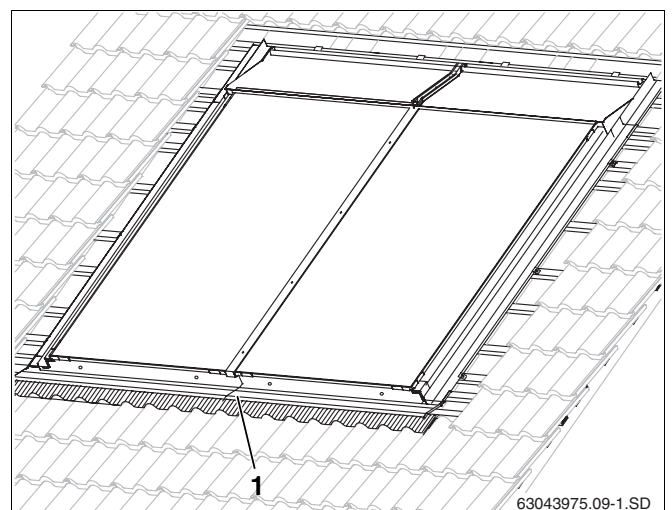

Fig. 42 Chapas protectoras montadas en todo el contorno
En el caso del montaje horizontal, no solape las chapas protectoras situadas en la parte inferior, centro y superior entre dos colectores (fig. 42, pos. 1) sino en la parte central de un colector.